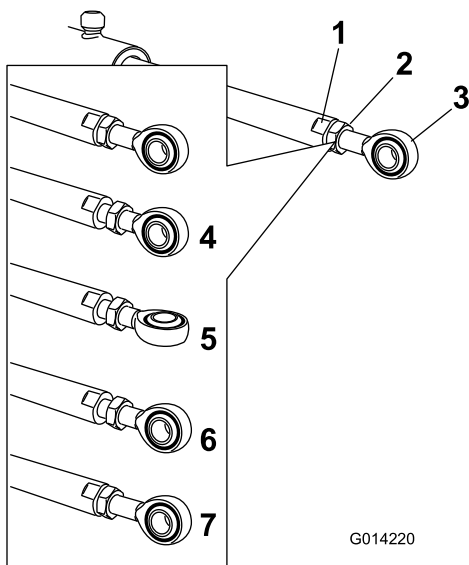

図 110
5. アクチュエータロッドの平たい面にスパナをあてがって回転しないように押さえ、ジャムナットをゆるめて、アイレットロッドを調整できるようにする 図 110。
6. アイレットロッドを回転させてアクチュエータを希望の長さに調整する(図 110)。